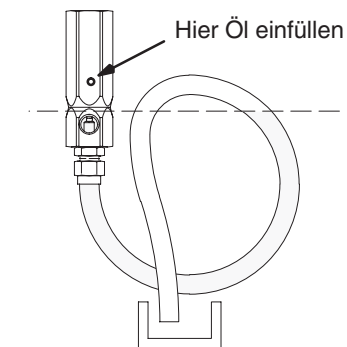

Abb. 1
- Für Materialien, die beim Kontakt mit Luft antrocknen, ist eine Schleife in die Rücklaufleitung zu installieren und mit verträglichem Öl zu füllen, damit die Rücklaufleitung nach dem Entlasten nicht verstopft werden kann. Siehe Abb. 1. Rücklaufleitung nicht mit dem Zufuhrbehälter verbinden, um eine Verunreinigung des Öls zu vermeiden. Ebenso verträgliches Öl durch das Loch in die Kappe geben, damit Nadel und Sitz nicht antrocknen, wenn Material durchsickern sollte.